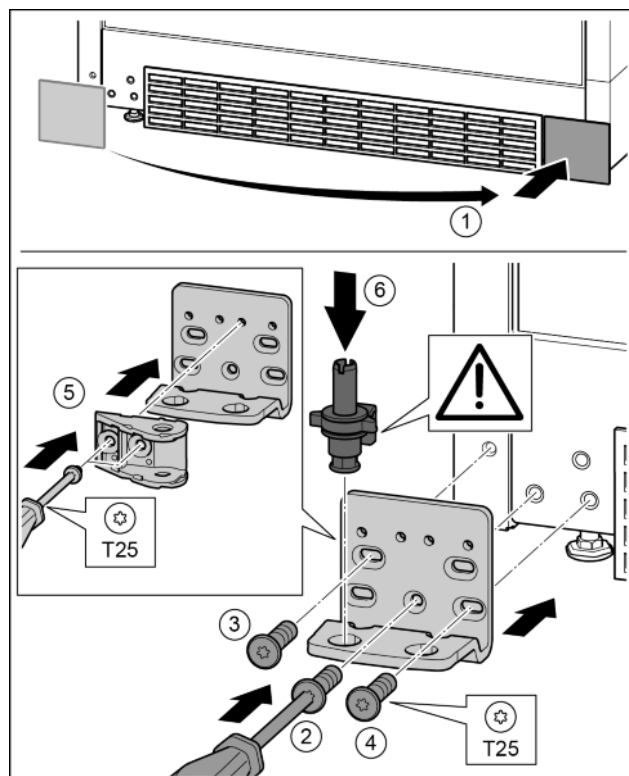

Fig. 36
- ▶ Afdekking eraf halen en op de andere kant aanbrengen. Fig. 36 (1)
- ▶ Lagerbus op de andere kant aanbrengen en met behulp van een schroevendraaier T25 vastschroeven. Met schroef 2 onder in het midden beginnen. Fig. 36 (2)
- ▶ Schroef 3 en 4 vastschroeven. Fig. 36 (3, 4)
- ▶ Sluitdemperverbinding 180° draaien. Aan de andere kant van de lagerbus met schroevendraaier T25 vastschroeven. Fig. 36 (5)
- ▶ Lagerbout volledig aanbrengen. Let op dat de vergrendel nok naar achter wijst. Fig. 36 (6)